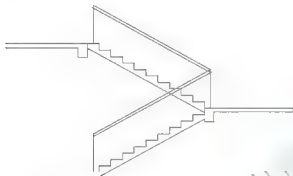

图 4.114 向下偏移扶手线
(4) 将上下行扶手线分别向下偏移 60mm, 结果如图 4.114 所示。